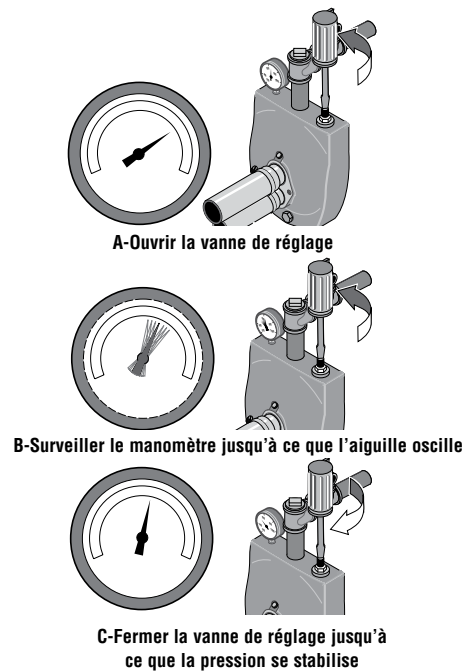

Figure 14 : Régler la vanne de réglage
5. Lorsque la pression s'est accumulée et stabilisée à environ 50 lb/po², ouvrir lentement la vanne de réglage (voir la Figure 14) et laisser chuter la pression jusqu'à ce que l'aiguille du manomètre commence à osciller. Pendant que l'aiguille oscille, fermer suffisamment la vanne de réglage pour arrêter l'aiguille d'osciller (voir la Figure 14). La pompe fonctionne maintenant à son point le plus efficace.